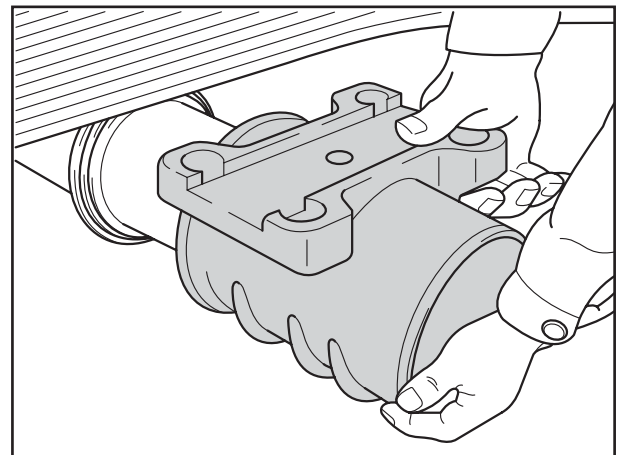

Fig. 3
- [6] Lagerbock mit Buchse, Ringen und Nylonring vom Lagerzapfen der Stützachse abziehen (Fig. 3).
- [6] Remove the spring hanger with bush, rings and nylon ring from the bearing journal of the trunnion bearing (Fig. 3).
- [6] Retirer le palier avec sa douille, les bagues et la bague en nylon du tourillon de l'axe de balancier (fig. 3).